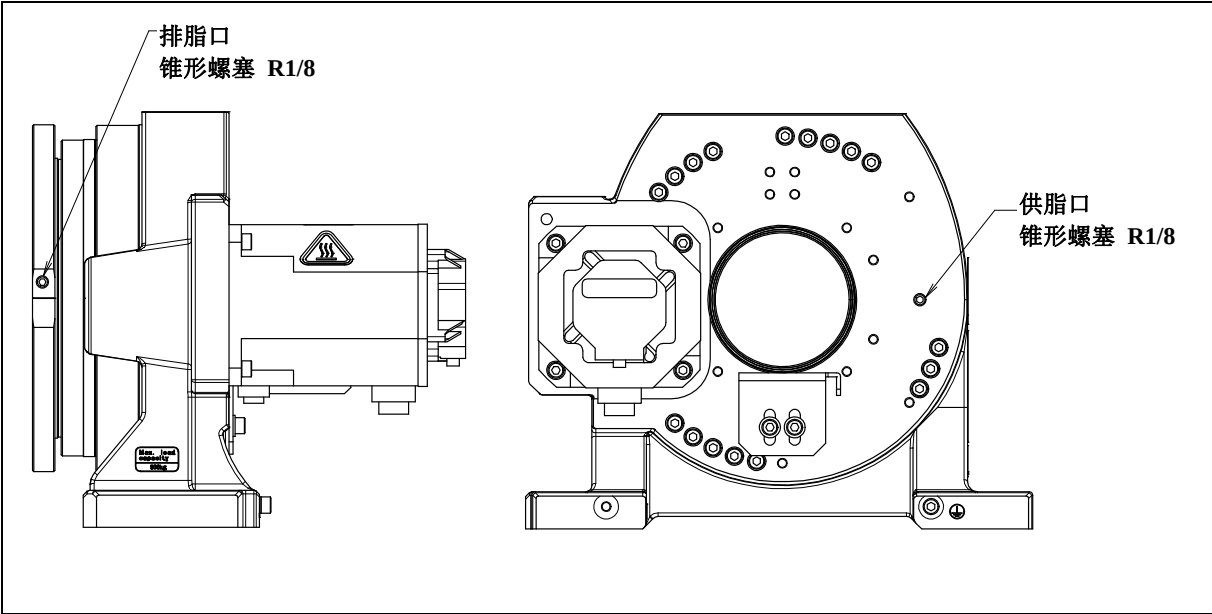

图 7.3.2 (a) 减速机的润滑脂更换
- 2 取下供脂口/排脂口的锥形螺塞。（图 7.3.2 (a)）